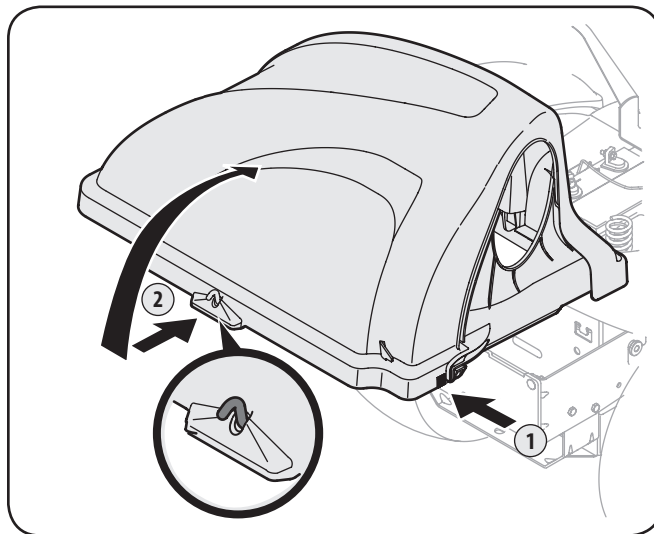

Figura 4-16
6. Abra la cubierta de la embolsadora empujando hacia adentro la lengüeta posterior derecha con la mano derecha, como se ve en (1) de la Figura 4-16, y levantando la cubierta con la mano izquierda en el centro de la parte posterior de la cubierta de la embolsadora, (2).